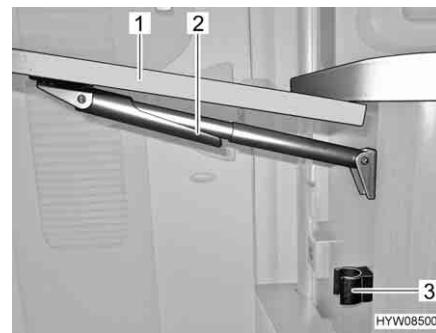

Fig. 90 Chiusura del tavolo ribaltabile su bancone
- Afferrare il tavolo ribaltabile su bancone (Fig. 90,1) sull'esterno e sollevarlo leggermente. Con l'altra mano ruotare e abbassare il dispositivo di fissaggio (Fig. 90,2) sul supporto telescopico.
- Orientare il piano del tavolo verso il basso, finché il supporto telescopico non ingrana nel supporto (Fig. 90,3).